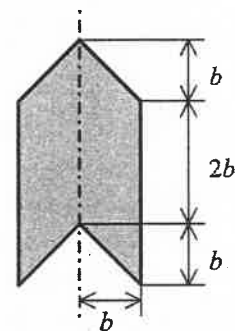

図 2 断面形状 (左右対称)
- (1) 各支点に作用する反力、反モーメントを図示しなさい。存在しないなら示さなくてもよい。
- (2) (1)の結果を用いて力のつり合いおよびモーメントのつり合いの式を示しなさい。
- (3) 左端 A からの距離 x におけるせん断力 F および曲げモーメント M の式を x の関数として表わしなさい。
- (4) せん断力線図および曲げモーメント線図を示しなさい。
- (5) 右端 C ($x = 3a$) でのたわみを求めなさい。
- (6) このはりの断面が図 2 のような形状であるとき、この断面 2 次モーメント I および上端での断面係数 Z の式を記しなさい。
- (7) (6)の結果を用いて $x = a$ の位置でのはり上端の曲げ応力 σ の値を求めなさい。